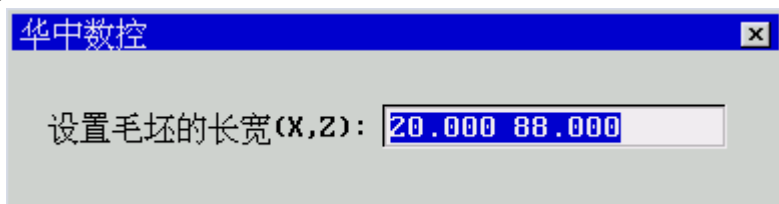

图 8.2.7 输入毛坯大小
- (2) 按 **Enter** 键，弹出如图 8.2.7 所示对话框；